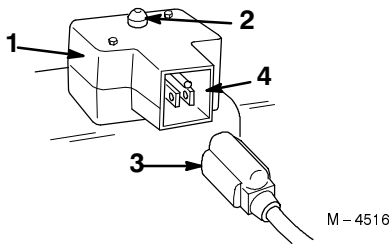

Figure 17
- **Démarrateur électrique** (Fig. 17)—Poussez sur le bouton du démarreur pour mettre le moteur en marche.
- **Cordon d'alimentation** (Fig. 17)—Connectez le cordon au démarreur électrique et branchez-le dans une prise de courant avant de mettre le moteur en marche.
- A. Raccorder le cordon d'alimentation à la déneigeuse (Fig. 17) et le brancher dans une prise de courant standard.
- B. Poussez sur le bouton du démarreur (Fig. 17).